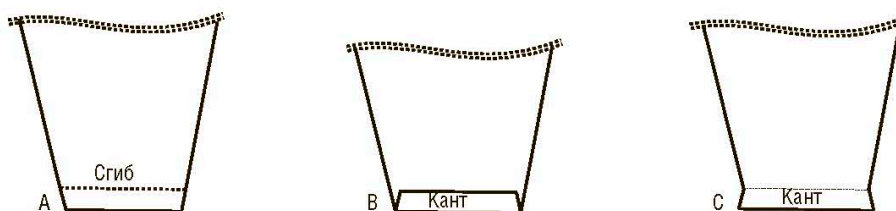

Рис. 7
② Все без исключения рукава пиджака заканчиваются кантом. Его длина доходит до 2 см для рукавов без подкладки и до 5 см – с подкладкой. Его построение одинаково для обоих видов рукава. Края лицевой и изнаночной частей начерчены под определенным углом, как на спинке, так и на полочке. Если ширина канта получена путем продления этих линий (рис. 7А), то при сгибе длина его нижней части не будет соответствовать ширине его основания (рис. 7В). Поэтому необходимо начертить края канта под тем же углом, что и края рукава. Чтобы упростить задачу, начертите их, используя линии краев рукава, сложенных по линии сгиба канта.